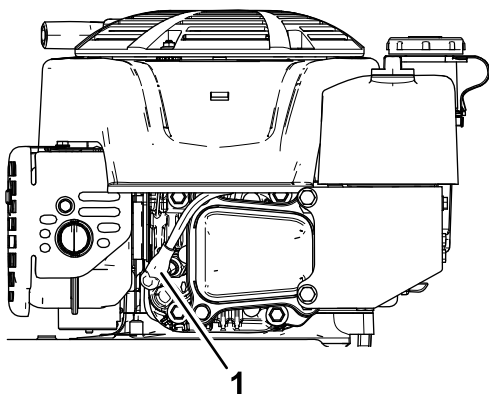

Bild 31
2. Ziehen Sie den Kerzenstecker von der Zündkerze ab (**Bild 31**).